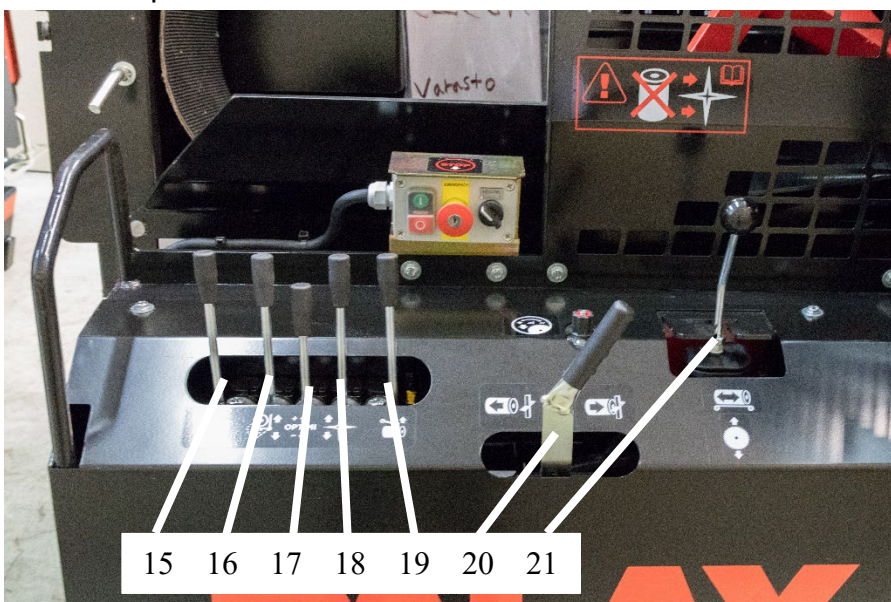

Bild 4.
- Vedsågning, start av klyvning och användning av inmatningstransportören styrs hydrauliskt med en spak (21, bild 4).